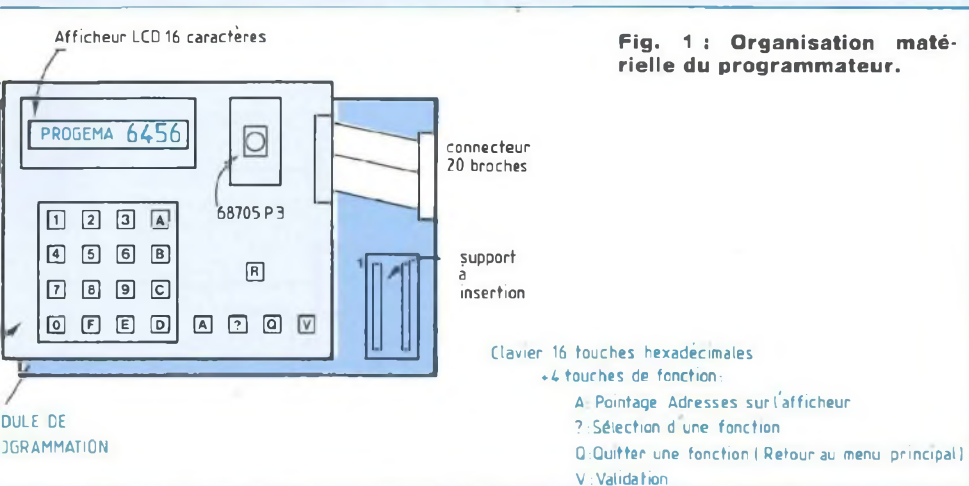

Fig. 1 : Organisation matérielle du programmeur.
**C**omme nous venons de le préciser, Progema, dont l'organisation matérielle est présentée en figure 1, se décline en deux versions indépendantes :